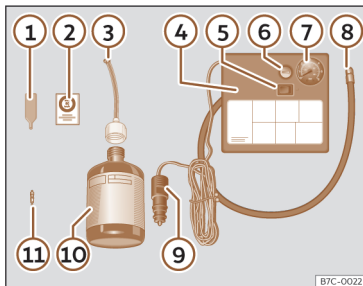

Fig. 241 Representação standard: conteúdo do kit antifuros.
O kit antifuros está localizado na bagageira, por baixo do revestimento do piso. Inclui os seguintes componentes >>> **Fig. 241:**
- Desenrosque a proteção e o obus da válvula do pneu. Utilize o aparelho >>> **Fig. 241 ①** para retirar o obus. Coloque-o numa superfície limpa.
- Agite com força a garrafa de vedante de pneus >>> **Fig. 241 ⑩**.
- Enrosque o tubo de enchimento >>> **Fig. 241 ③** na garrafa de vedante. O selo da garrafa partir-se-á automaticamente.
- Remova o tampão do tubo de enchimento >>> **Fig. 241 ③** e enrosque a extremidade aberta do tubo na válvula do pneu.
- Volte a colocar o obus com o aparelho >>> **Fig. 241 ①** na válvula do pneu.
- Enrosque o tubo de enchimento do pneu do compressor >>> **Fig. 241 ⑧** na válvula do pneu.
- Verifique se o parafuso de evacuação de ar está fechado >>> **Fig. 241 ⑥**.
- Ligue o conector >>> **Fig. 241 ⑨** a uma tomada de corrente de 12 volts do veículo >>> Página 273.
- Ligue o compressor de ar com o interruptor ON/OFF >>> **Fig. 241 ⑤**.
- Cole o autocolante >>> Fig. 241 ② no painel de instrumentos, dentro do campo visual do condutor.
Volte a enroscar o tubo de enchimento >>> Fig. 241 ⑧ e verifique a pressão no manómetro ⑦.